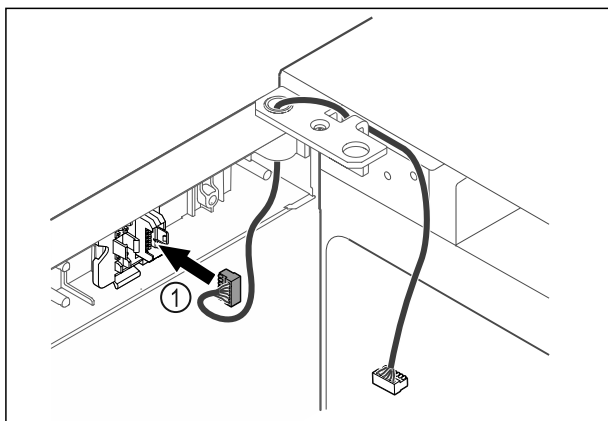

Fig. 44
- ▶ Ievietojiet spraudni Fig. 44 (1) spraudņa turētājā.